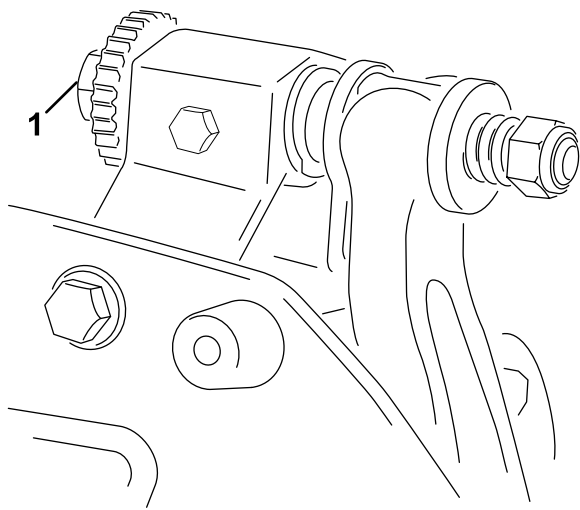

Рисунок 4
- А. поворачивайте регулировочные болты планки неподвижного ножа по часовой стрелке (Рисунок 4) по одному щелчку за раз до тех пор, пока не почувствуете или не услышите легкий контакт.
6. Поворачивайте правый регулировочный болт планки неподвижного ножа (Рисунок 4), пока не почувствуете легкое давление на регулировочной прокладке при перемещении ее из стороны в сторону. Удалите регулировочную прокладку.